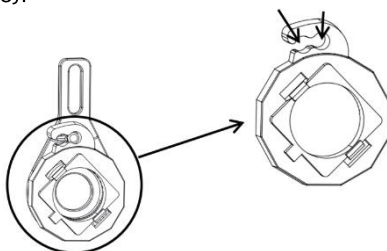

Fig. 6
5. Desserrez le bouton de réglage de tension (C) sur le côté pour ajuster l'inclinaison verticale du casque. Vous pourriez entendre un déclic alors que le casque se déplace de haut en bas.
6. Le casque comprend une boucle de verrouillage qui comporte deux positions. Cette boucle vous permet de bloquer le casque en position soulevée après le soudage, de sorte qu'il devient plus facile d'inspecter votre travail (fig. 6).